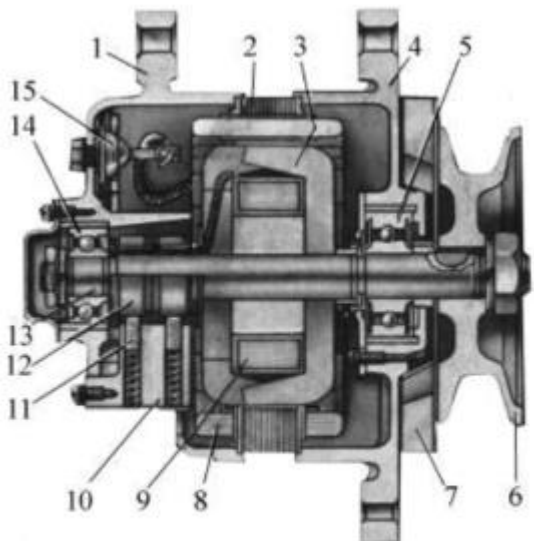

Рис. 2
6). Якими цифрами на рис. 2 позначені частини генератора: